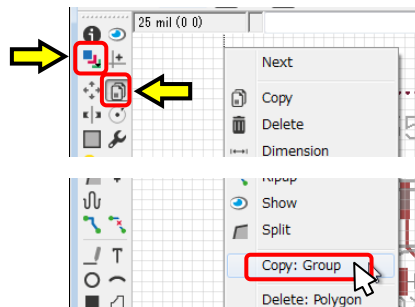

図 47
- ⑤  Display コマンドで[All]をクリックして、全てのレイヤーを表示します。
- ⑥ 全体をグループ化します。(Group コマンドを選択して全てを囲むか、コマンド入力欄に `group all` [Enter]と入力します)
- ⑦  Copy コマンドを選択します。
- ⑧ カーソルを座標(0,0)に合わせて右クリックし、Copy:Group を選びます。図 47